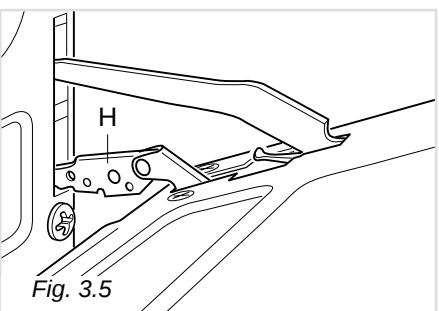

Fig. 3.5
- Impugnare la porta con le mani vicino alle cerniere e sollevare con gli indici le leve "H" (fig. 3.5).